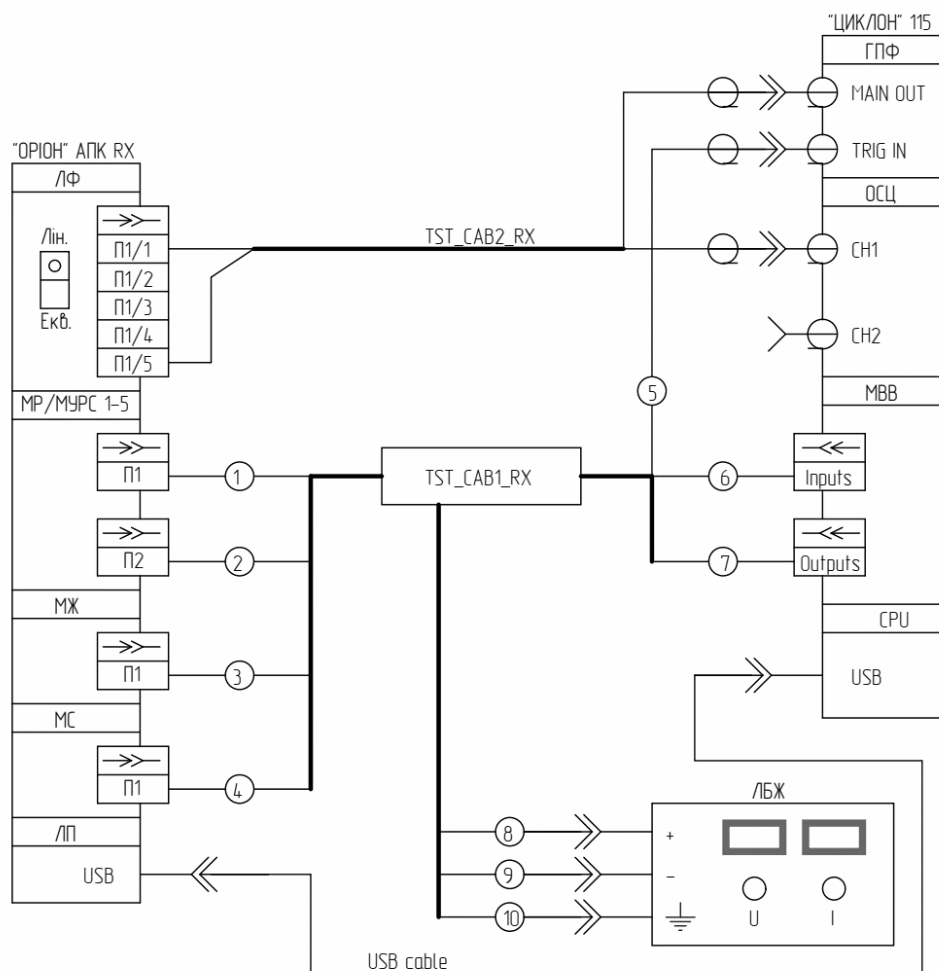

Рисунок 8.12.2 – Схема підключення для автоматичних вимірювань з допомогою «ЦИКЛОН» 115
- 1) Підключити «ОРИОН» АПК RX до «ЦИКЛОН» 115 і ЛБЖ з допомогою тестових кабелів «TST\_CAB1\_RX», «TST\_CAB2\_RX» (див. рисунок 8.12.2);
1) Підключити «ОРИОН» АПК RX до «ЦИКЛОН» 115 і ЛБЖ з допомогою тестових кабелів «TST\_CAB1\_RX», «TST\_CAB2\_RX» (див. рисунок 8.12.2, 8.12.3);
- 1) Підключити «ОРІОН» АПК RX до «ЦИКЛОН» 115 і ЛБЖ з допомогою тестових кабелів «TST\_CAB1\_RX», «TST\_CAB2\_RX» (див. рисунок 8.12.2, 8.12.3);